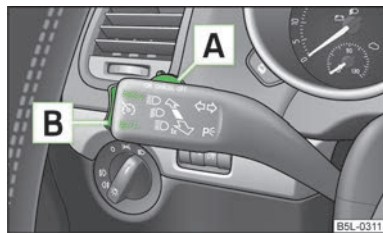

Fig. 105
- Pulsar el conmutador **A** » fig. 105 a la posición **ON**.
- Presionar el balancín **B** » fig. 105 de la página 110 a la posición **RES**.
- La velocidad memorizada se puede reducir presionando el balancín **B** » fig. 105 de la página 110 en la posición **SET**.
La velocidad también se **desconecta temporalmente**, pulsando el interruptor **A** » fig. 105 de la página 110 » **página 110** en la posición de suspensión elástica **CANCEL** o bien el pedal de freno o de embrague.
- Pulsar el conmutador **A** » fig. 105 de la página 110 desplazándolo hacia la derecha a la posición **OFF**.